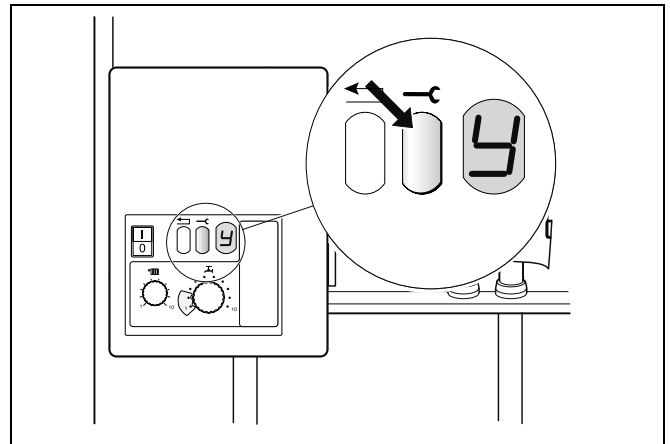

Abb. 23 Servicetaste
- Wenn der Brenner nach ca. 30 s in Betrieb gegangen ist, Servicetaste (Abb. 23) drücken, bis "Y" auf dem Display erscheint.
- Servicetaste (Abb. 23) drücken, bis "Y" auf dem Display erscheint.
- Servicetaste (Abb. 23) nach dem Zünden des Brenners drücken, bis "Y" auf dem Display erscheint.